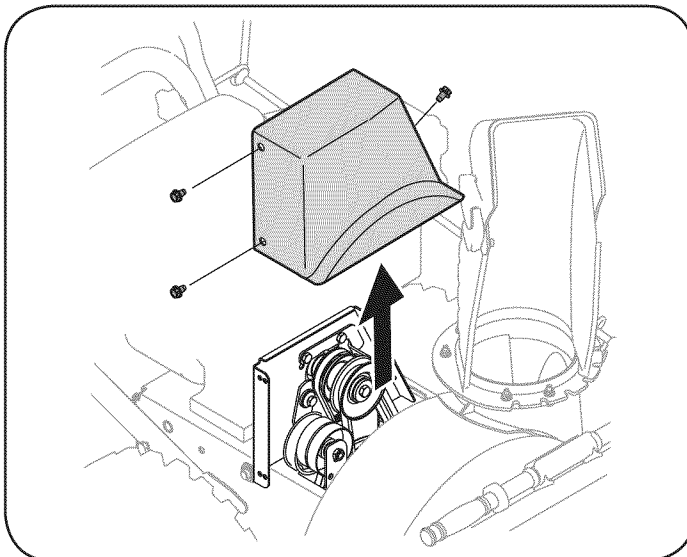

Figura 29
2. Retire tres tornillos auto-tap en ambos lados de la caja de transmisión como se muestra en la Figura 29.
3. Retire la cinta de cubierta de plástico, que se encuentra cerca del motor, sacando los tornillos autorroscantes que asegurarlos. Vea la Figura 29.